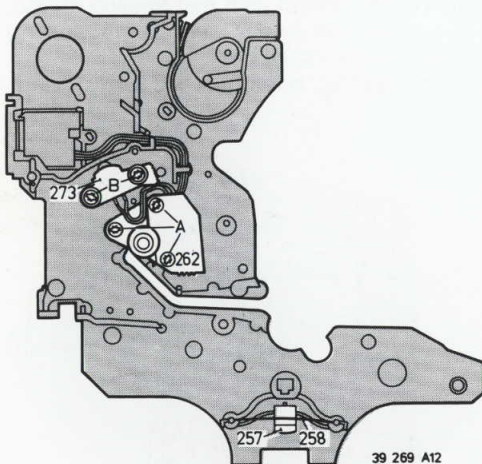

Fig. 3-1-18
- De 3 lagerblokschroeven A losdraaien (Fig. 3-1-18).
- Tachokop losschroeven, schroef B (Fig. 3-1-18).